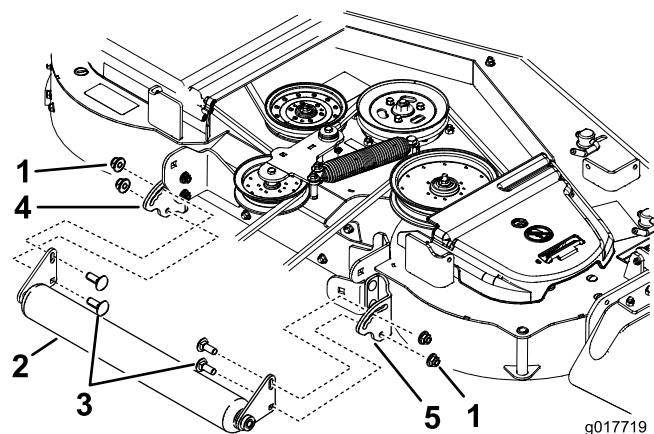

Figure 3
4. Fixez les plaques du rouleau avec 4 boulons de carrosserie (3/8 x 1 pouce) et 4 écrous à embase (3/8 pouce) (Figure 3).